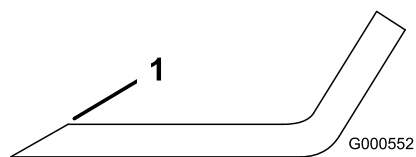
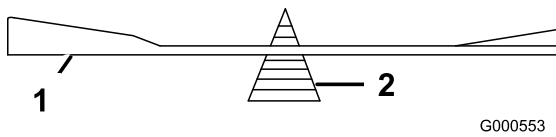

Figure 51
Figure 52
1. Au moyen d'une lime, aiguiser les tranchants aux deux extrémités de la lame (Figure 51). Veillez à conserver l'angle de coupe d'origine. Limez la même quantité de métal sur chacun des deux tranchants pour ne pas déséquilibrer la lame.
2. Vérifiez l'équilibre de la lame en la plaçant sur un équilibreur (Figure 52). Si la lame reste horizontale, elle est équilibrée et peut être utilisée. Si la lame est déséquilibrée, limez un peu l'extrémité de la partie relevée seulement (Figure 51). Répétez la procédure jusqu'à ce que la lame soit équilibrée.